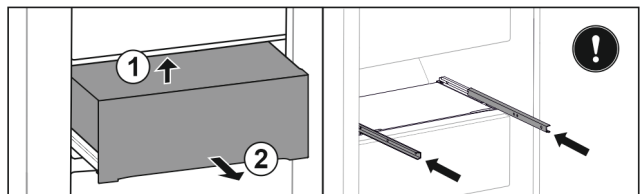

Fig. 46
- ▶ Приподнимите выдвижной ящик сзади снизу. Fig. 46 (1)
- ▶ Извлеките выдвижной ящик движением вперед. Fig. 46 (2)